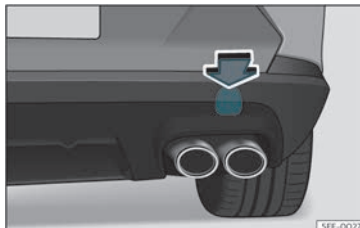

Fig. 45 No lado direito do para-choques traseiro: retirar a tampa.
O alojamento para a argola de reboque enroscável encontra-se na parte direita do para-choques traseiro, atrás de uma tampa »»» Fig. 45.
- Pressione a zona superior da tampa »»» Fig. 45 para desencaixá-la.